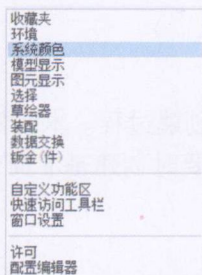
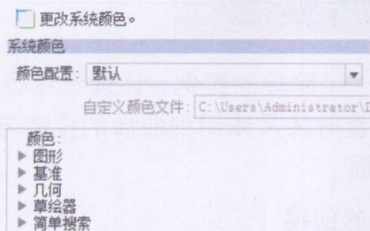

图 1-6 【系统颜色】选项
图 1-7 【颜色设置栏】
1) 打开 Creo 软件，执行【文件】→【选项】命令，弹出【Creo Parametric 选项】对话框，单击如图 1-6 所示的【系统颜色】选项，该对话框中将出现如图 1-7 所示内容。